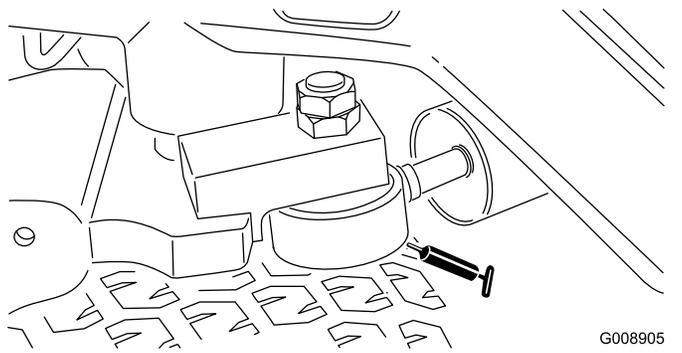

図 48
**注** ステアリングシリンダ反対側の端にグリス注入箇所を作ることができます。その場合、タイヤを外し、ニップルを付け、グリスを注入し、ニップルを外し、プラグを取り付けます **図 48**。